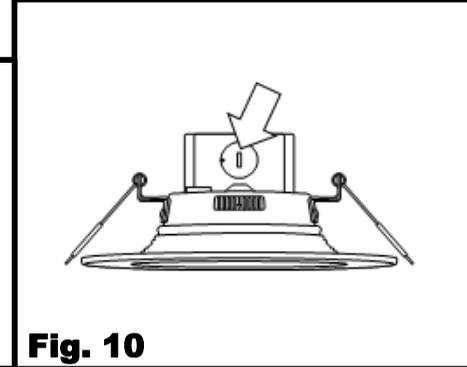

Fig. 10
1. Rompe el orificio ciego más pequeño de la caja de cableado de la lámpara con un destornillador. **[Fig. 10]** Introduzca el cable del marco y el conector rápido en la caja de cableado.